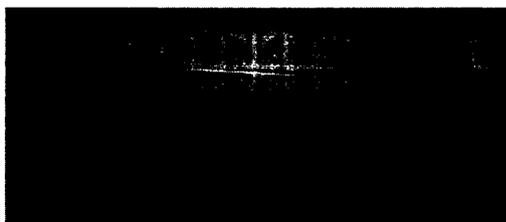

Рисунок 4
8.2.5 С помощью кнопок  и  выбрать нужную АП и нажать кнопку . Контролировать на экране БУИ процедуру подключения выбранной АП (рисунок 4).